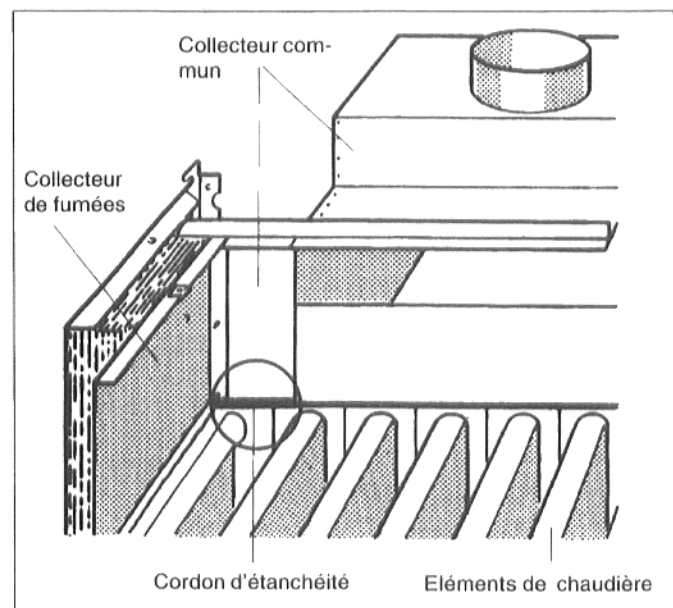

Fig. 9 : étanchéification du collecteur commun chaudière G324 XD
- Pressant fermement ces quatre parties entre le collecteur commun et les éléments extérieurs de la chaudière (fig. 9).